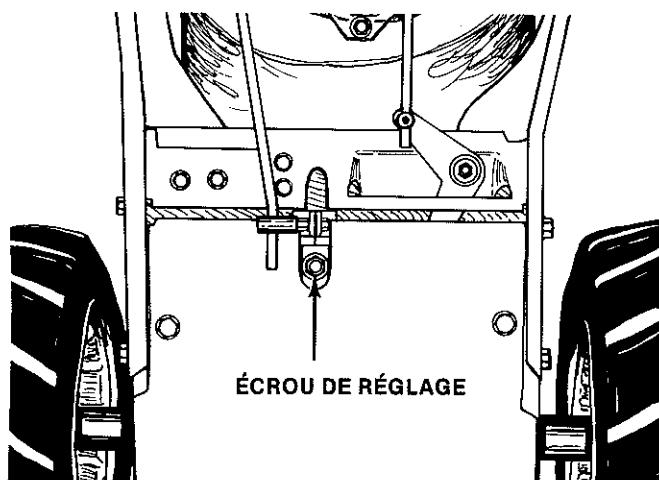

FIGURE 5
Le disque conducteur peut être rectifié pour compenser l'usure de la roue de frottement. En cas de glissement pendant l'embrayage du tracteur, serrez le dispositif de réglage du disque conducteur. Ce réglage peut être effectué par une ouverture à cet effet dans le capot du fond. Voyez la figure 5. Faites la rectification comme suit: réglez le levier en MARCHE ARRIÈRE. Inclinez la machine en avant sur le bâti
4. Remettez le capot du fond. Rectifiez le disque conducteur tel que décrit au paragraphe 'RÉGLAGE DU DISQUE CONDUCTEUR' en page 7, figure 5.